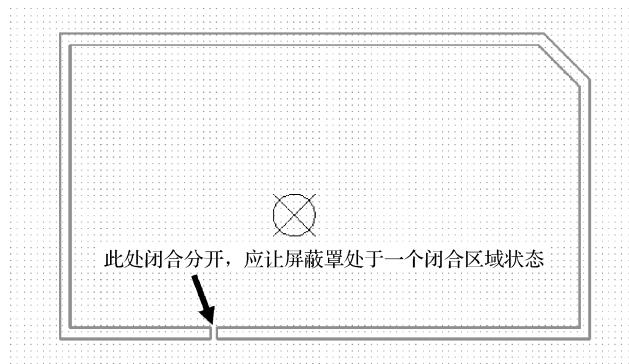

图 6-46 屏蔽罩 2D 元素
(1) 新建一个空白的 PCB 元件，在 Mechanical 层中绘制一个拥有闭合区域的屏蔽罩，一定要是闭合的，否则无法创建，如图 6-46 所示。